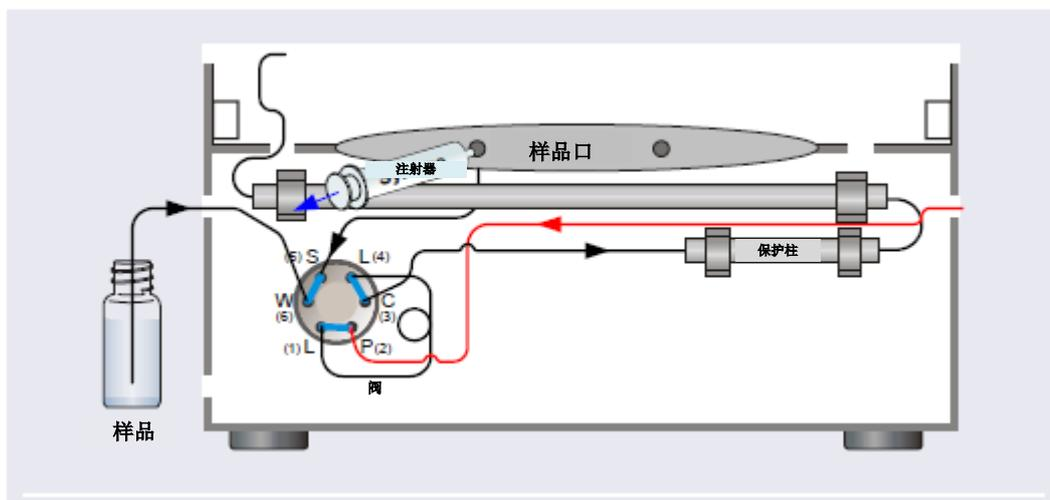

图 5-2. 使用真空注射器装样 (拉动方法)
2. 断开废液管线与进样阀的连接，并使用 25 至 30 cm（10 至 12 in）的 PEEK 或 PTFE（聚四氟乙烯）管路更换旧管线（见图 5-2）。
5. 将 5 cc 注射器插入 DC 前门 (见 图 5-2) 上的装样口，并拉出柱塞，使样品进入进样阀。